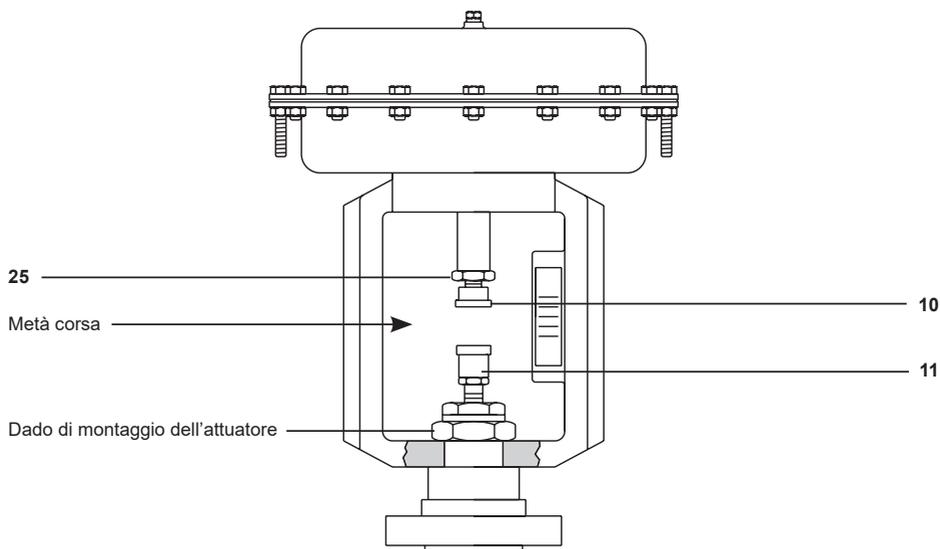

Fig. 9
- Svitare e rimuovere il dado di montaggio dell'attuatore (rif. Fig. 9) e scollegare l'attuatore dalla valvola.